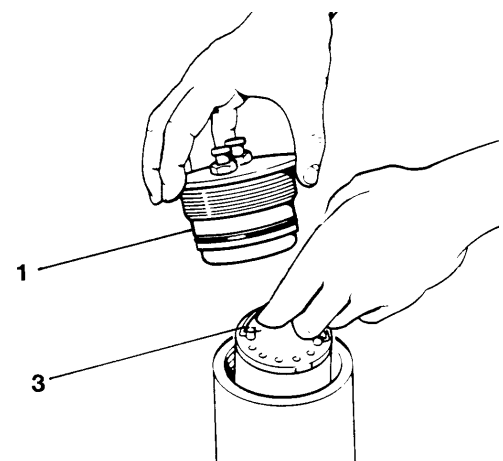

Рис. 46 Замена патрона
- Снимите старый патрон с крепящей скобы (3, Рис. 46).
- Наденьте вновь резьбовое соединение (1), завинтите вручную и затяните крепко при помощи специального ключа.